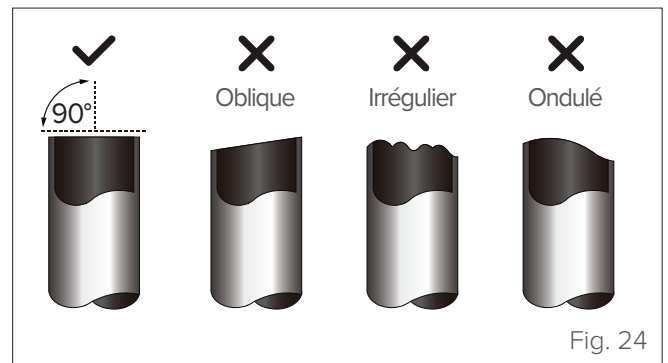

Fig. 24
- 3 Vérifier que le tuyau est coupé à un angle exact de 90°. Voir les exemples de coupe incorrecte illustrés sur la "Fig. 24".